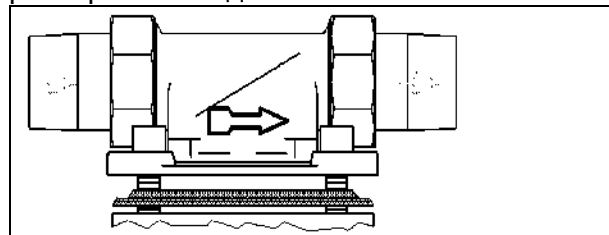

Рис. 1: Встроенный вращающийся фланец
- Направление потока (См. Рис. 1)
Встроенный вращающийся фланец должен устанавливаться в направлении потока. Направление потока маркируется отлитой стрелкой (См. Рис. 1).